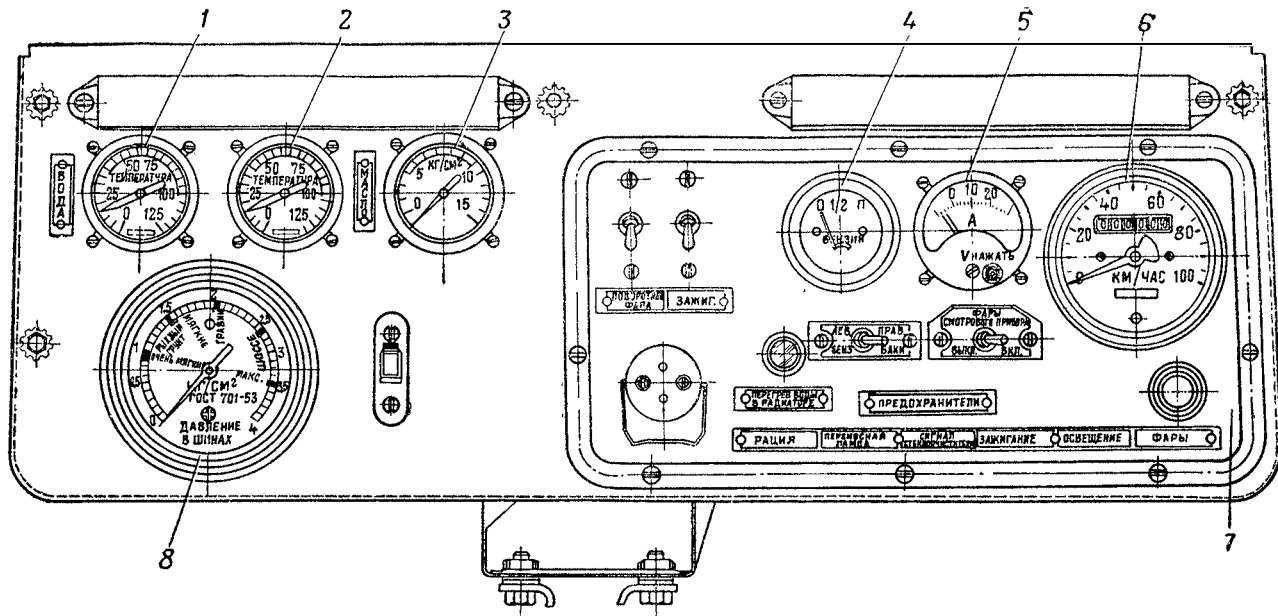

Рис. 76. Щиток приборов:
5. Вывернуть винт с цилиндрической головкой хомутика крепления манометра 3 (рис. 76) масла на щитке приборов и вынуть манометр в сборе с капиллярным трубопроводом и приемником.
1. Вставить в отверстие корпуса щитка приборов манометр 3 (рис. 76) масла и закрепить хомутиком, ввернув винт с цилиндрической головкой (см. технические условия, п. а).
5. Вывернуть винт с цилиндрической головкой хомутика крепления термометра 2 (рис. 76) масла на щитке приборов и вынуть термометр в сборе с капиллярным трубопроводом и приемником.
1. Вставить в отверстие корпуса щитка приборов термометр 2 (рис. 76) масла и закрепить хомутиками, ввернув винт с цилиндрической головкой (см. технические условия).
6. Вывернуть винт с цилиндрической головкой хомутика крепления термометра 1 (рис. 76) охлаждающей жидкости на щитке приборов и вынуть термометр в сборе с капиллярным трубопроводом и приемником.
1. Вставить в отверстие корпуса щитка приборов термометр 1 (рис. 76) охлаждающей жидкости и закрепить хомутиком, ввернув винт с цилиндрической головкой (см. технические условия).
1. Вывернуть винты крепления панели 7 (рис. 76) щитка приборов и отвести панель на себя.
1. Вставить в отверстие панели 7 (рис. 76) щитка приборов вольтамперметр 5 и закрепить хомутиком, ввернув винт с цилиндрической головкой (см. технические условия).
5. Вставить спидометр 6 (рис. 76) в отверстие панели 7 щитка приборов и закрепить спидометр к скобе гайками с пружинными шайбами.
1. Вывернуть винт крепления панели 7 (рис. 76) щитка приборов и отвести панель на себя.
1. Вставить указатель 4 (рис. 76) в отверстие панели 7 щитка приборов. Надеть на контакты указателя плоские шайбы, скобу крепления, картонную прокладку, плоские шайбы и навернуть гайки.
2. Вывернуть гайку крепления воздушной трубки к переходному штуцеру манометра 8 (рис. 76) и отсоединить трубку от штуцера.